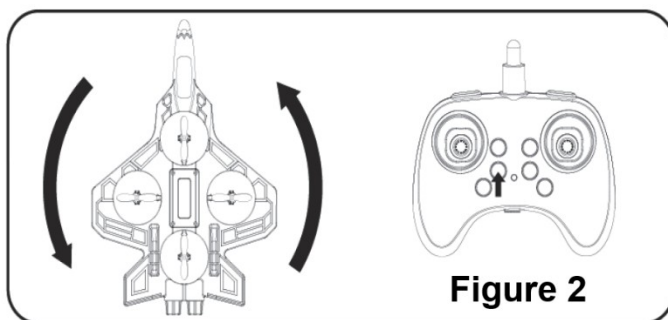

Figure 2
3. S'il tourne vers la **droite**, appuyez plusieurs fois sur le bouton de trim gauche. (Figure 2)